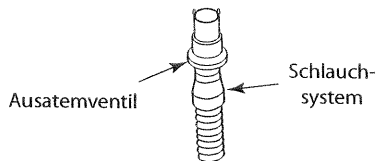

Abb. 5-5 Anschluss einer Ausatemvorrichtung
- B. Bei Verwendung einer Maske mit separatem Ausatemventil das offene Ende des Schlauchsystems an die Ausatemvorrichtung anschließen (siehe Abb. 5-5). Die Ausatemvorrichtung so positionieren, dass die austretende Luft vom Gesicht weggeleitet wird.